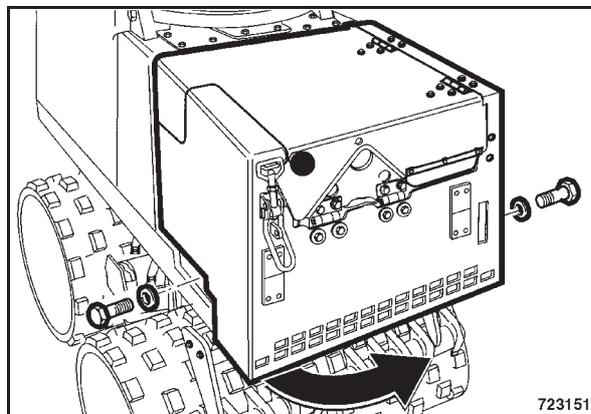

Bild 101
- Befestigungsschraube (Bild 101) auf beiden Seiten der Maschine herausdrehen.